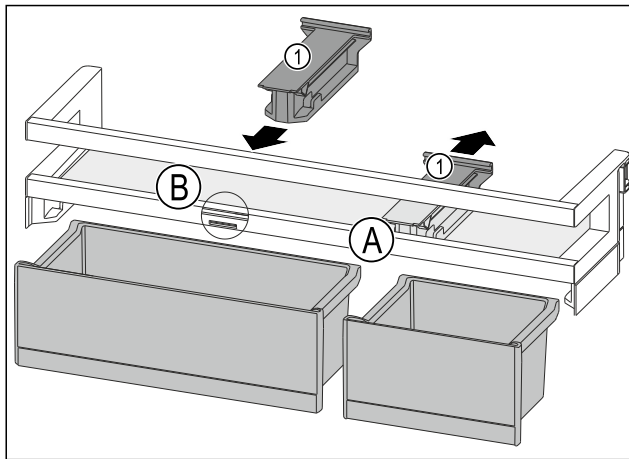

Fig. 188
- Retirer la pièce de retenue Fig. 188 (1) en position Fig. 188 (A) vers l'arrière.
- Mettre la pièce de retenue Fig. 188 (1) en position Fig. 188 (B).